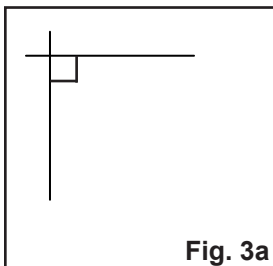
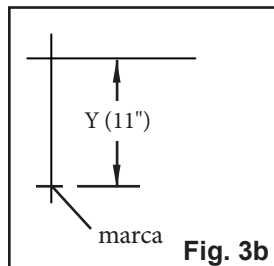
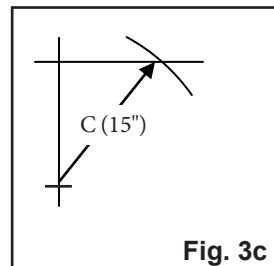
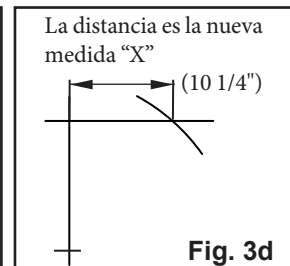

Fig. 3a
Fig. 3b
Fig. 3c
Fig. 3d
3. **Determine la medida final.** En una superficie vertical plana, con un nivel, trace una línea horizontal y una vertical creando un triángulo rectángulo (Fig. 3a). Mida desde la intersección en la medida "Y" establecida y marque (Fig. 3b). Con la cinta métrica, comenzando en la marca "Y" modificada, mueva la cinta a lo largo de la línea de "X" y marque la medida "C" donde cruza la línea "X" (Fig. 3c). Mida desde la intersección hacia la intersección "C" y esta será su nueva medida "X" (Fig. 3d).